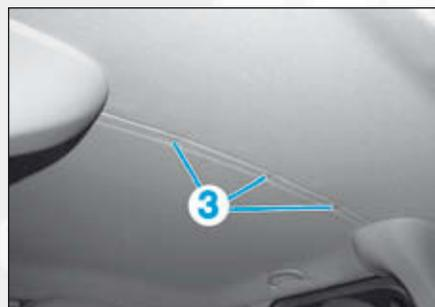

FIG.41
- les agrafes centrales (3) (Fig.41),